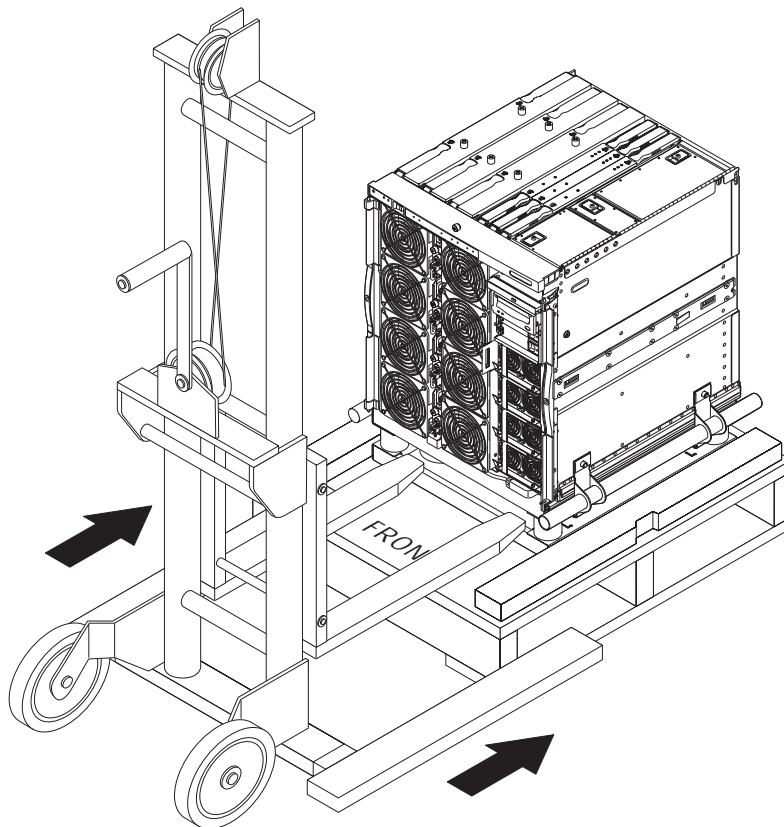

ABBILDUNG 1-8 Einführen des Hubgeräts in das Versandgestell
2. Schieben Sie die Gabeln des Hubgeräts vollständig durch die Öffnung des Versandgestells (ABBILDUNG 1-8).